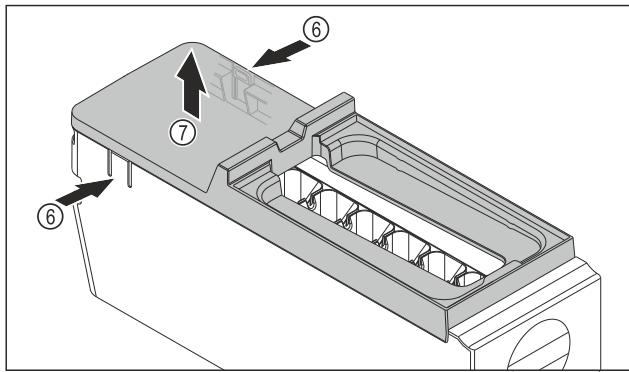

Fig. 80
- ▶ Rimuovere la copertura del corpo dell'EasyTwist-Ice: Con una mano, premere le linguette Fig. 80 (6) su entrambi i lati del corpo dell'EasyTwist-Ice.
- ▶ Con l'altra mano, estrarre verso l'alto la copertura Fig. 80 (7).